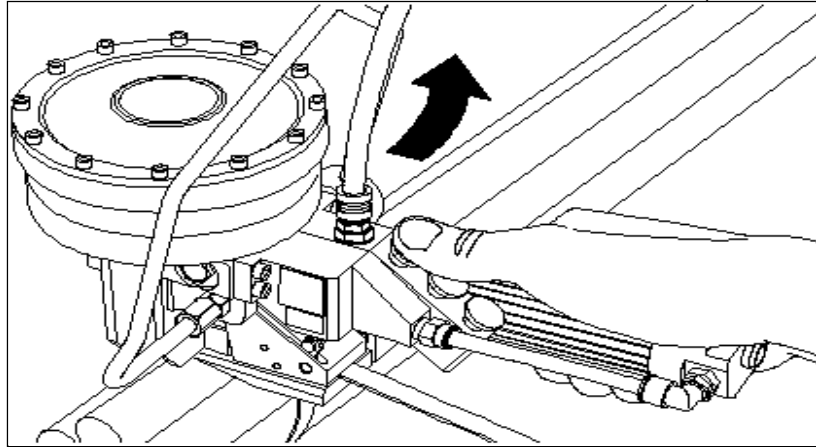

FIG. 7
Dopo aver terminato il ciclo di chiusura, è sufficiente premere il pulsante (A) per disinserire l'estremità della reggia (fig. 7).
Après avoir terminé le cycle de scellement, il est suffisant de presser le bouton (A) pour enlever le bout du feuillard de la machine (fig. 7).